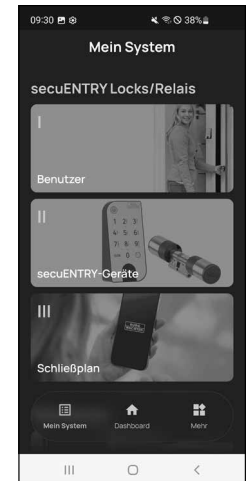

Fig. 8
- 8 Ora è possibile uscire dal menu (*I - Benutzer*) (*I - Utente*). Tornare al menu "*Mein System*" (*Il mio menu*) (Fig. 8).